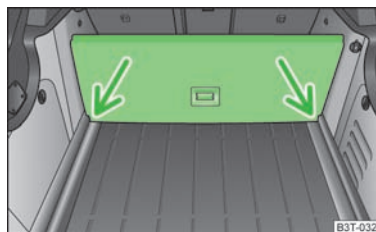

Fig. 71
- Ridicați partea cu suportul și asigurați-o prin introducerea ei în canelurile marcate cu săgeți » fig. 71.